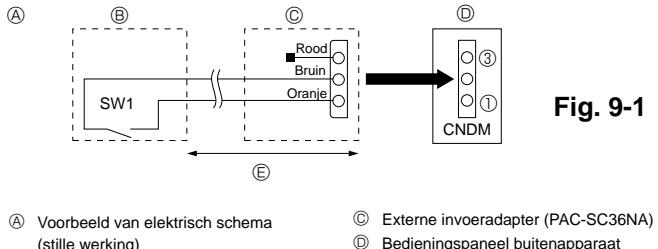

Fig. 9-1
④ Druk minstens 3 seconden op TEST, of op ON/OFF om de detectie koelstoflekkage (eerste leervoorgang) af te breken.
9.1. Stille werking (wijziging ter plaatse) (Fig. 9-1)